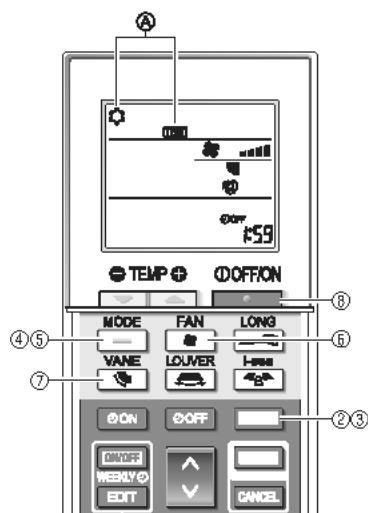

Fig. 8-5
- ① Schakel minstens 12 uur voor het proefdraaien de stroom van de unit in.
- ② Houd de toets 5 seconden ingedrukt. (Fig. 8-5)
- ③ Druk op de toets .
- ④ [TEST] en de huidige bedieningsstand worden weergegeven. (Fig. 8-5)
- ④ Druk op de toets om de koelstand te activeren en controleer vervolgens of er koude lucht uit de unit wordt geblazen.
- ⑤ Druk op de toets om de verwarmingsstand te activeren en controleer vervolgens of er warme lucht uit de unit wordt geblazen.
- ⑥ Druk op de toets en controleer of de ventilatorsnelheid verandert.
- ⑦ Druk op de toets en controleer of het automatische lamellenrooster goed werkt.
- ⑧ Druk op de toets om het proefdraaien te stoppen.